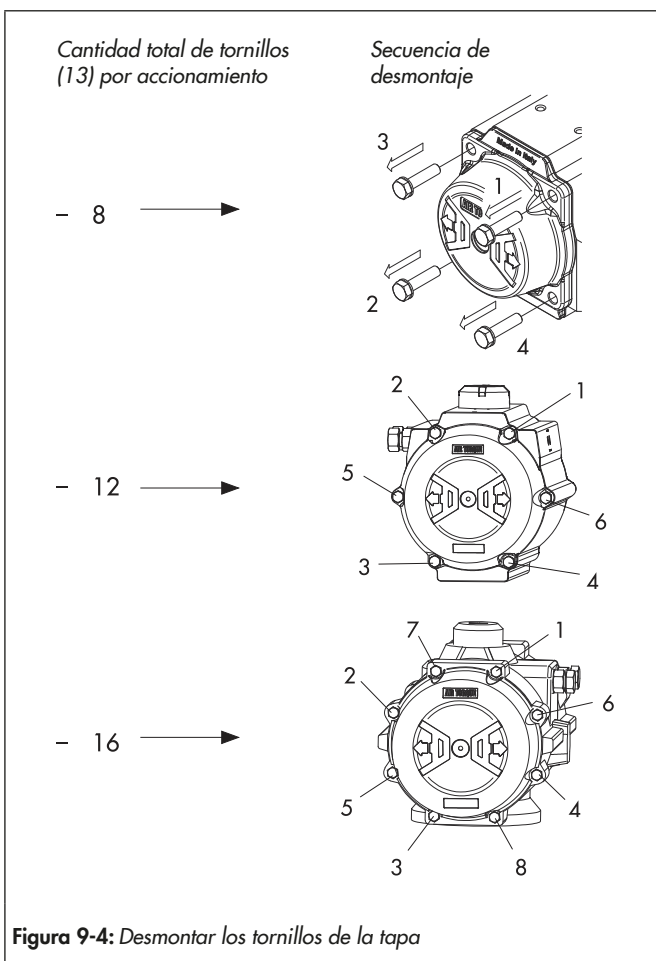

Figura 9-4: Desmontar los tornillos de la tapa
- ⇒ Quite las juntas (11).
- ⇒ Desmonte los tornillos de la tapa (13).
- ⇒ Desmonte los tornillos de la tapa (13) siguiendo la secuencia de desmontaje; consulte la Figura 9-4.
- ⇒ En los accionamientos de efecto simple, retire los conjuntos de resorte (17).
- ⇒ Observe la secuencia de desmontaje de los tornillos de la tapa; consulte la Figura 9-4.
- ⇒ Libere la compresión de los resortes. Afloje parcialmente cada tornillo de la tapa (13) desenroscándolo una vuelta cada vez según la secuencia mostrada en la Figura 9-4 en el número de vueltas que se indica en la Tabla 9-1.